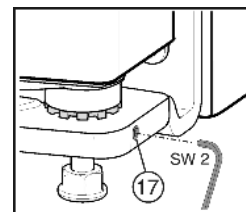

Fig. 12
- Svitare la vite di fermo Fig. 12 (17) di un pezzo (al massimo un giro!).
- ▶ Fissare di nuovo la vite di fermo *Fig. 12 (17)*, per fissare il perno di supporto.